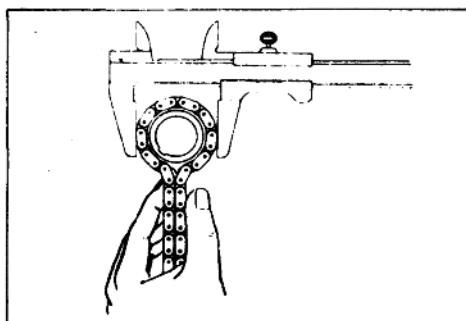

图 1-19
3. 检查曲轴链轮的磨损,如图 1-19 所示,用链条包上曲轴链轮,使用极限不少于 59.4 毫米。